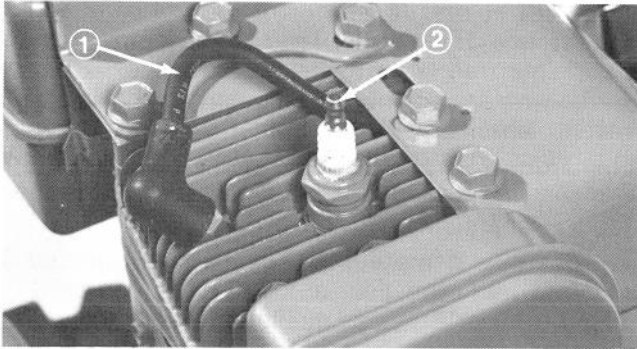

Figure 18
Pour éviter la mise en marche accidentelle du moteur pendant les travaux d'entretien, mettez la clé d'allumage en position d'arrêt et retirez-la du contact. Enlevez ensuite le fil de haute tension de la bougie (Fig. 18) et assurez-vous que le fil ne puisse accidentellement toucher la bougie.
1. Débranchez le câble à haute tension (Fig. 18) de la bougie et assurez-vous qu'il ne puisse accidentellement toucher la bougie. Vidangez l'essence du réservoir d'essence.
1. Débranchez le câble à haute tension (Fig. 18) de la bougie et assurez-vous qu'il ne puisse toucher accidentellement la bougie.